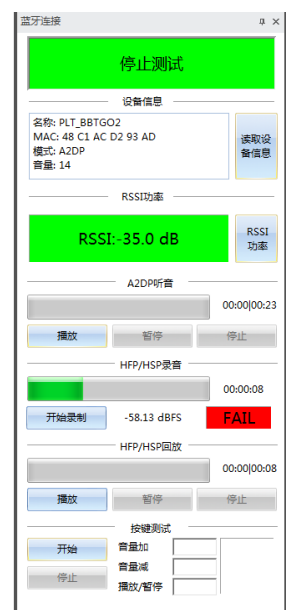

图 4.30 蓝牙连接显示界面
测试步骤中的“蓝牙连接”是设置界面，测试显示界面在主界面窗口“蓝牙连接”中，如果窗口原始没有打开，则执行此步骤时会显示该窗口，如图 4.30。
1. 连接后自动测试：当蓝牙设备连接上后，自动进行功能测试，功能测试完成后再进行电声测试。若按图 4.36 完全勾选功能，则蓝牙连接及测试内容显示效果如图 4.30。